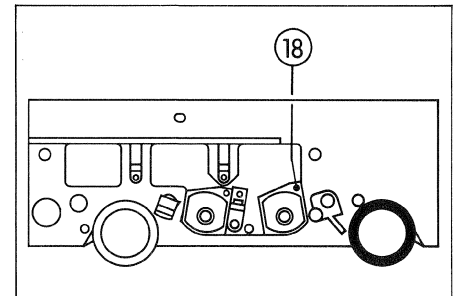

Fig. 5.31
2. Turn SAFE-READY switch (63) to SAFE.
3. Turn MONITOR switch (64) to REPRODUCE.
4. Turn TERMINATION switch (65) to ON.
5. Connect audio-frequency millivoltmeter to line output (16).
7. Adjust azimuth to obtain maximum level by turning azimuth adjustment screw (18) (see Fig. 5.31).
- 2-Kanal-Oszillograph an Leitungs-Ausgänge 1 und 2 (16) und (36) (CH I + CH II) anschliessen.
- Die beiden Ausgangspegel des Gerätes auf identische Amplitude vorabgleichen. (Regler TREBLE/FAST (2) / (22) an den Einschüben REPROD AMP)
- Wiedergabekopf mittels Spaltjustierschraube (18) Fig. 5.31 auf geringste Phasenwinkeldifferenz einstellen.